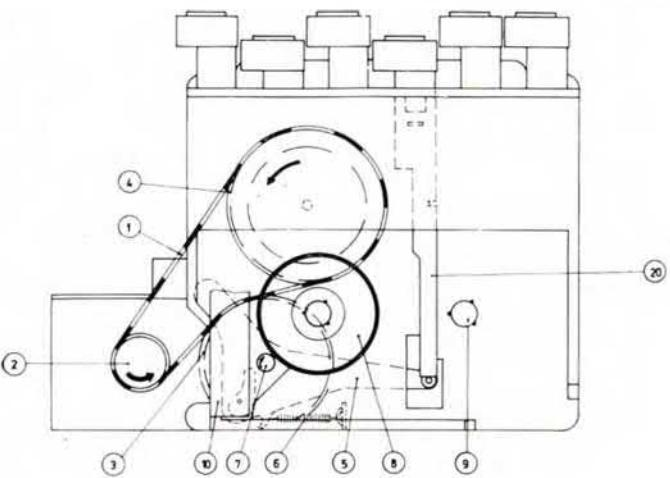
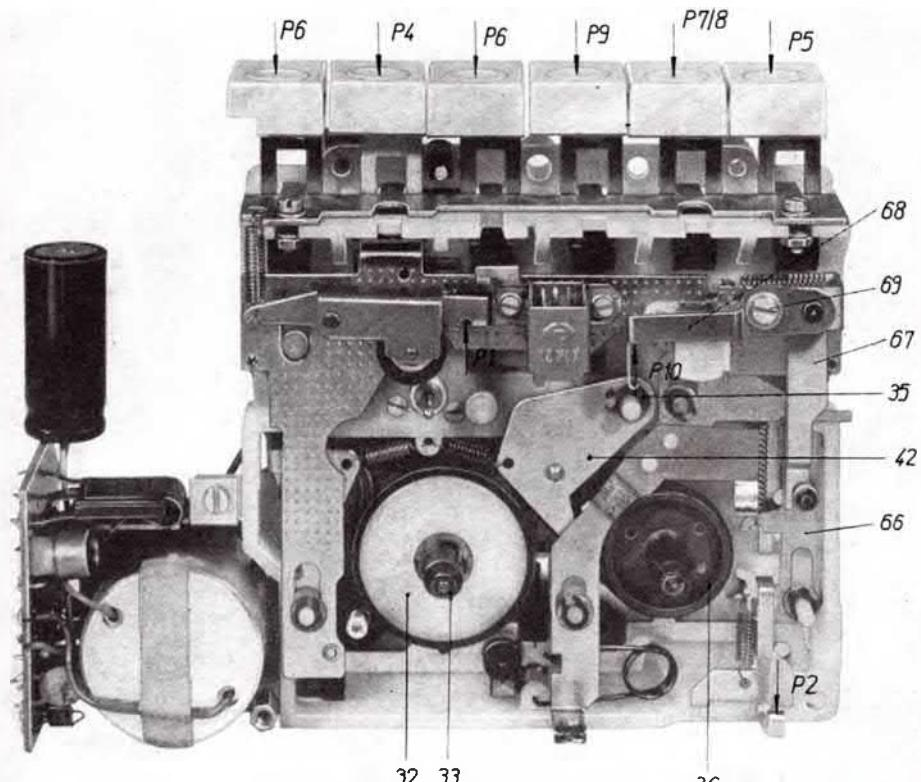

Abb. 6
Abb. 12
Die Pausentaste (20) hat die Aufgabe, den Bandtransport bei der Funktion „Aufnahme“ und „Wiedergabe“ (Abb. 6) zu unterbrechen, ohne das Antriebssystem elektrisch abzuschalten. Durch Drücken der Pausentaste (20) wird die Andruckrolle von der Tonwelle abgehoben, wobei die Kopfrägerplatte (10) in gedrückter Stellung verbleibt. Gleichzeitig wird das Abtriebsrad (7) über den Hebel (5) von dem Reibring der Rutschkupplung (8) abgehoben und der Bandtransport unterbrochen. Durch nochmaliges Drücken der Pausentaste wird diese Trennung aufgehoben und die Funktion nach Abb. 6 wieder hergestellt.
1) Die nach Abb. 12 gemessene Kraft ergibt eine Anlagekraft der Andruckrolle an die Tonwelle von 400 p ± 50 %.
Die Funktion der Rutschkupplung ist in Abb. 6 dargestellt. Fehler wirken sich so aus, daß entweder das Band bei der Bandlauffunktion „Wiedergabe“ bzw. „Aufnahme“ nicht aufgewickelt wird (Rutschmoment zu niedrig), oder der Bandzug ist zu straff (Rutschmoment zu hoch). Die Funktionsprüfung kann wie folgt durchgeführt werden: Ohne eine Kassette einzulegen, wird das Gerät auf „Wiedergabe“ geschaltet. Dabei ist die in Abb. 12 gekennzeichnete Rutschkupplung (32) linksläufig. Der sich drehende Mitnehmer (33) wird von Hand angehalten und entgegen seinem Bestreben nach rechts gedreht. Es darf dabei zu keiner Änderung der Drehrichtung des Reibrades der Rutschkupplung kommen. Zwischen Abtriebsrad (34) und Reibrad darf ebenfalls kein Rutscheffekt auftreten. Das Rutschmoment wird vom Werk fest eingestellt, eine selbsttätige Veränderung dieser Einstellung ist nicht möglich. Andere Laufwerkermängel dürfen nicht durch Veränderung der Rutschkupplung kompliziert werden.
Das Wechseln der Rutschkupplung erfolgt durch Lösen der Sicherungsscheibe (35) und Abziehen der Rutschkupplung (32), (Bild 12). Dabei darf keine Taste gedrückt sein, und der Bremshebel muß von der Wickelführung abgehoben werden. Beim Einsetzen der neuen Rutschkupplung ist nach dem Anbringen der Sicherungsscheibe auf leichten Gang zu achten.